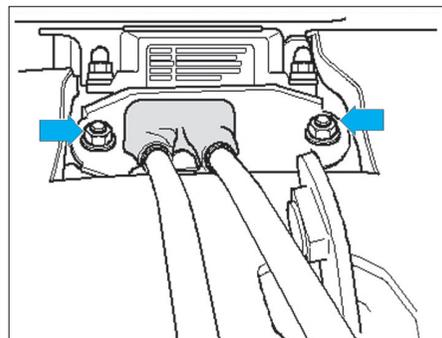

Fig. 32
- Dévisser la tôle de retenue des deux câbles au niveau de la tôle de plancher comme illustré (Fig.32).